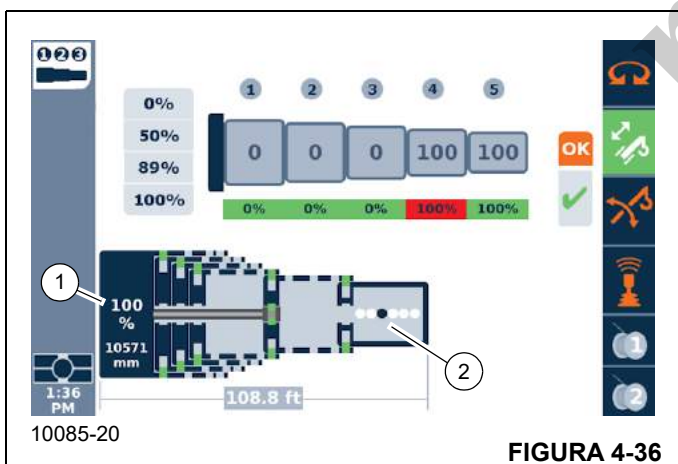
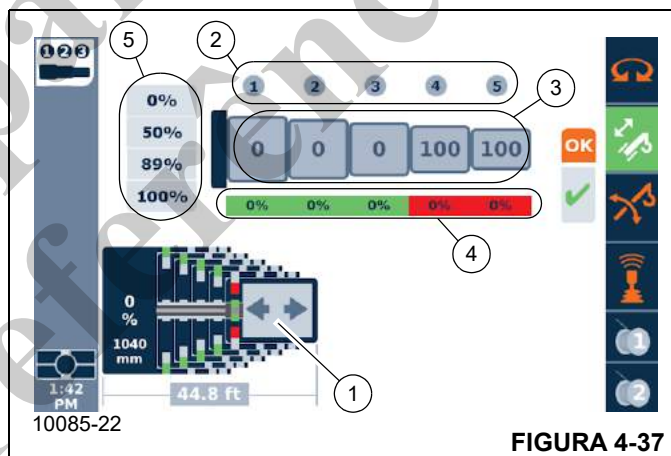
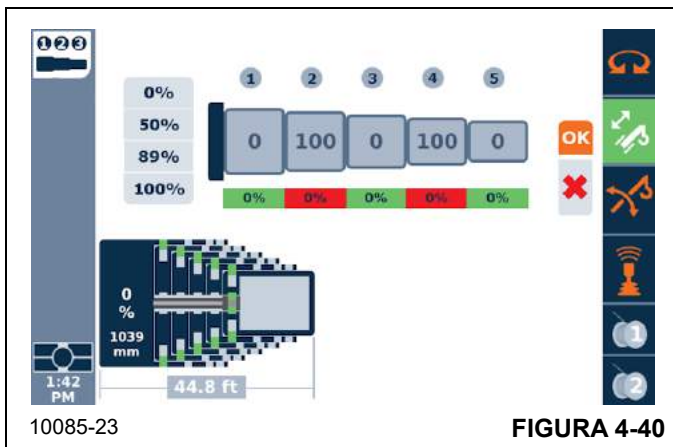

FIGURA 4-36
FIGURA 4-37
FIGURA 4-40
A tela do modo Semiautomático do mostrador de operação (consulte a Figura 4-36) exibe um esquema gráfico próximo à parte inferior da tela que indica o status atual da lança computado pelo sistema de controle (no entanto, o operador deve continuar monitorando o status da lança física para comparar com esse esquema). Na Figura 4-36, é exibido 100% (1) para a posição do cilindro telescópico (acima do valor da distância de 10.571 mm). A representação gráfica da haste do cilindro telescópico projeta-se horizontalmente a partir da extremidade esquerda do esquema (próximo ao item 1). O final da representação gráfica da haste na seção da lança T4 que se encontra no local de fixação de 100%. A entidade retangular ligeiramente maior na extremidade direita da haste do cilindro telescópico representa o mecanismo de fixação.
O exemplo na Figura 4-36 exibe o valor de 10.571 mm para a extensão do cilindro telescópico dentro da lança. Esse é o
Como mencionado anteriormente, há vezes em que o sistema de controle está realizando movimentos automatizados. O exemplo na Figura 4-36 mostra alguns pontos no final do gráfico esquemático (2). Esses pontos, assim como o ponto escuro indo para a esquerda e para a direita, indicam que os movimentos automáticos estão ocorrendo.
A Figura 4-37 mostra a mesma tela quando o operador puder controlar os movimentos das seções da lança. Nesse caso, existe uma seta apontando para a esquerda e/ou direita (1) (em vez dos pontos mostrados na Figura 4-36). Como é consistente com a orientação do esquema, a seta para a esquerda indica a retração da lança, a seta para a direita indica a extensão da lança. O dispositivo de controle (normalmente o controlador do telescópio na opção padrão do controlador) seria movido para a esquerda para retrain a lança e seria movido para a direita para estender a lança (tendo em mente que apenas uma seção da lança — a seção da lança a que o cilindro telescópico está travado — estaria em movimento).
As setas (1, Figura 4-37), em algum momento do processo da função telescópica, piscarão. O piscar é uma indicação de que um evento de destravamento ou travamento ocorrerá se o operador segurar o joystick na direção dessa seta durante, pelo menos, 1 segundo. Se esse evento começar, então a tela mudará para os pontos (como descrito para Figura 4-36) para que o operador saiba que um movimento ou ação automatizados estão ocorrendo novamente.
Como visto na Figura 4-37, há conjuntos de valores numéricos na parte superior da tela acima do esquema gráfico da lança.
Primeiro, há um conjunto de valores em uma linha superior com valores de 1 a 5 em círculos (2, Figura 4-37). Os números 1 a 5 nos círculos indicam as seções da lança telescópica (ou “seções de telescópio”). O número 1 é para a seção da lança que é a maior e mais próxima da seção da base. Essa é mencionada como T1. Isto então prossegue de T2 a T5 para os valores de 2 a 5.
Os valores sob esses números de indicação de seção da lança representam a configuração final da lança solicitada (ou “imagem do telescópio de destino”) como uma porcentagem. A Figura 4-37 mostra esse conjunto de valores como 0-0-0-100-100 (3). Isso significa que T4 e T5 devem ser estendidas até o local de fixação de 100%, e T1, T2, e T3 não devem ser estendidas. É imprescindível que o operador entenda que essa configuração final da lança solicitada é o primeiro passo para operar a lança fixada no Modo Semiautomático. Tudo o que o sistema de controle realiza com o Modo Semiautomático depende dessa configuração final da lança solicitada.
Segundo, há um conjunto de valores percentuais exibidos sob os valores de configuração final da lança solicitados. Na Figura 4-37, eles são mostrados como 0%-0%-0%-0%-0% (4). Isso representa a configuração da lança real atualmente computada do sistema de controle (ou “imagem do telescópio real”). Isso pode ser entendido como a maneira como a lança se parece “agora” (mas, como mencionado acima, o operador deve estar ciente da lança física para comparar com esses valores). À medida que a lança é operada, essa configuração da lança calculada mudará (assim como o gráfico esquemático para o sistema da lança mudará no mostrador). Mas o operador deve entender que a configuração final da lança solicitada não mudará à medida que a lança for operada (é o destino final para o movimento da lança).
- Ao usar o ODM, o botão Enter é usado para o OK mostrado na tela. Isso envia os dados solicitados para o sistema de controle. Se essa configuração for considerada aceitável, uma marca de verificação será mostrada abaixo de OK (como visto na Figura 4-37). Se a configuração não for considerada aceitável, será mostrado um X vermelho em vez da marca de verificação (Figura 4-40). Como exemplo, não é permitida uma configuração da lança final solicitada de 0-100-0-100-0 (a seção T3 foi “pulada” por ter uma localização de fixação diferente de 0%).
- Assim que o cilindro telescópico for considerado travado na seção da lança que deve ser movida primeiro (T5 no exemplo atual da Figura 4-37) pelo sistema de controle, a seção da lança será destravada (essa é uma ação automatizada).
- Após a seção da lança ser destravada, as setas de direção da função telescópica (1) aparecerão como exibido na Figura 4-37.
- Quando a seção da lança T4 é destravada, as setas de direção da função telescópica para a esquerda e para a direita aparecerão novamente (como mostrado na Figura 4-37).